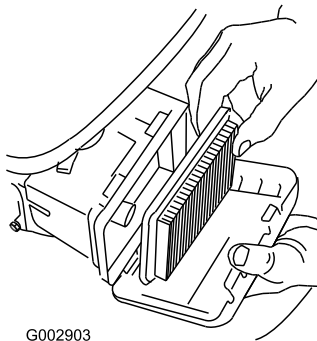

Figura 33
3. Retire el filtro de aire (Figura 33).